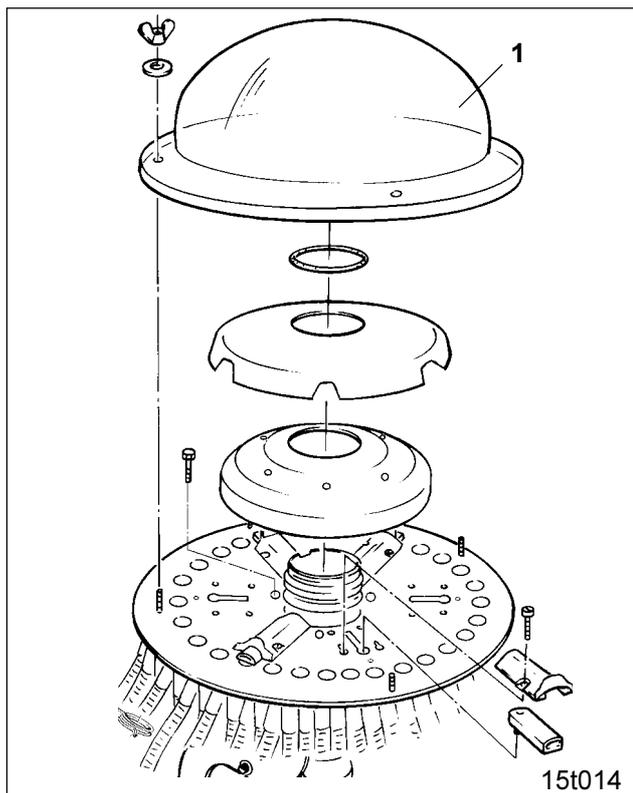

Fig. 50.3
- durchsichtige Kunststoffklappe (Fig. 50.3/1)